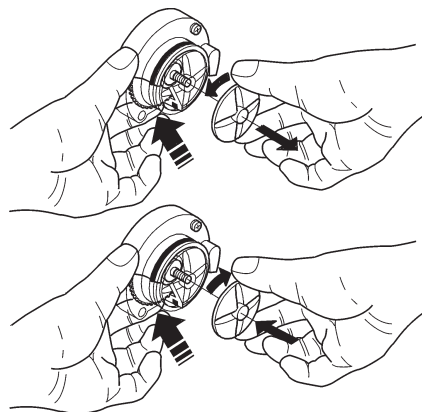

fig. 9
- Para desmontar las paletas es suficiente bloquear con un dedo el disco montado sobre el árbol del motoagitador (véase la fig. 9);